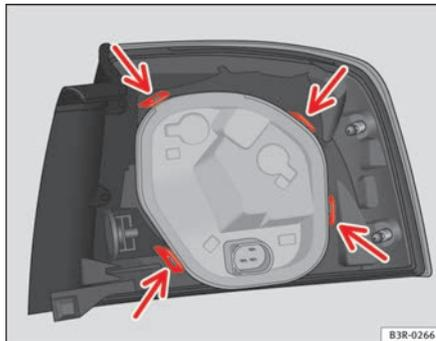

Fig. 223 Fije el portalámparas en la unidad de luz trasera
- Compruebe que las cuatro lengüetas hayan encastrado ⇒ fig. 223 -flechas-.